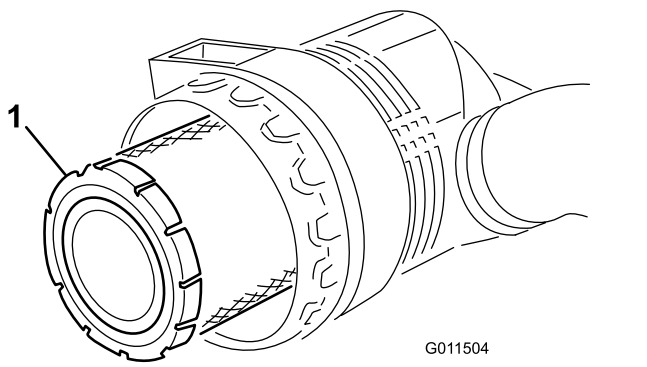

Bild 76
5. Entfernen und wechseln Sie den Hauptfilter aus (Bild 76).